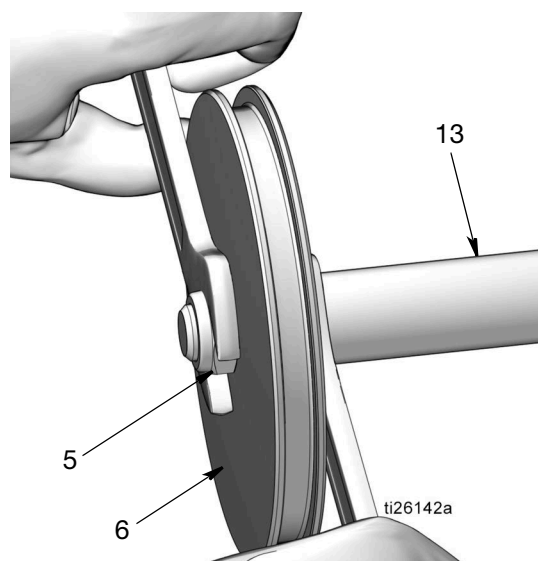

FIG. 49
- Monte la tuerca (5) en el extremo del vástago del pistón (13). Utilice dos llaves, trabajando en direcciones opuestas, para apretar la tuerca. Fije una llave de boca en la parte plana del vástago del pistón y con la otra llave apriete la tuerca (5) como se observa en FIG. 49.